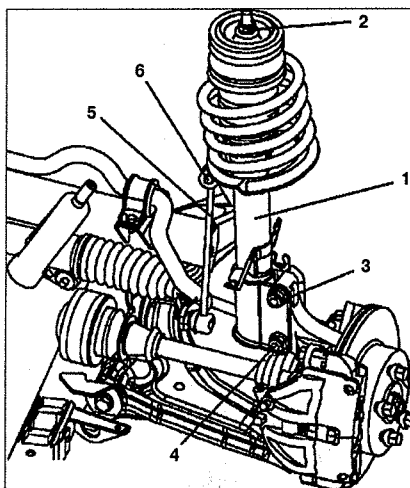

Рис. 7.1. Снятие и установка передней подвески:
2. Отсоедините тормозные трубопроводы и проводку индикатора износа тормозных колодок от амортизаторной стойки 1 (см. рис. 7.1).